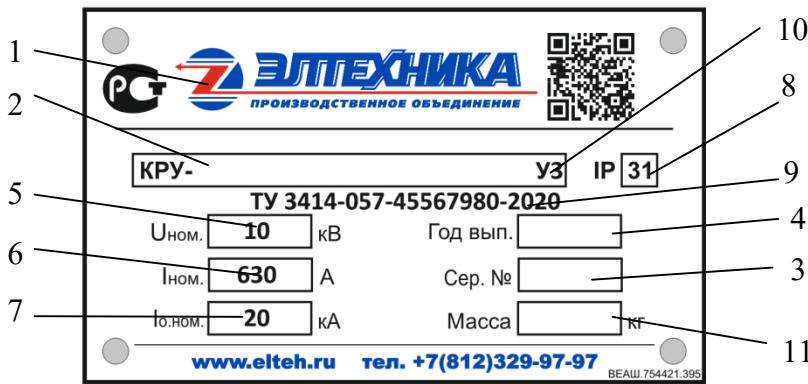

Рис. 4 Маркировочная табличка
Рукоятка оперирования приводами разъединителя, заземлителя и ручного взвода пружины (см. рис.4)
На маркировочной табличке указываются данные согласно рис. 4.
- поднять штыревую блокировку за ручку блокировки (рис.4, поз.9) вверх до фиксации;